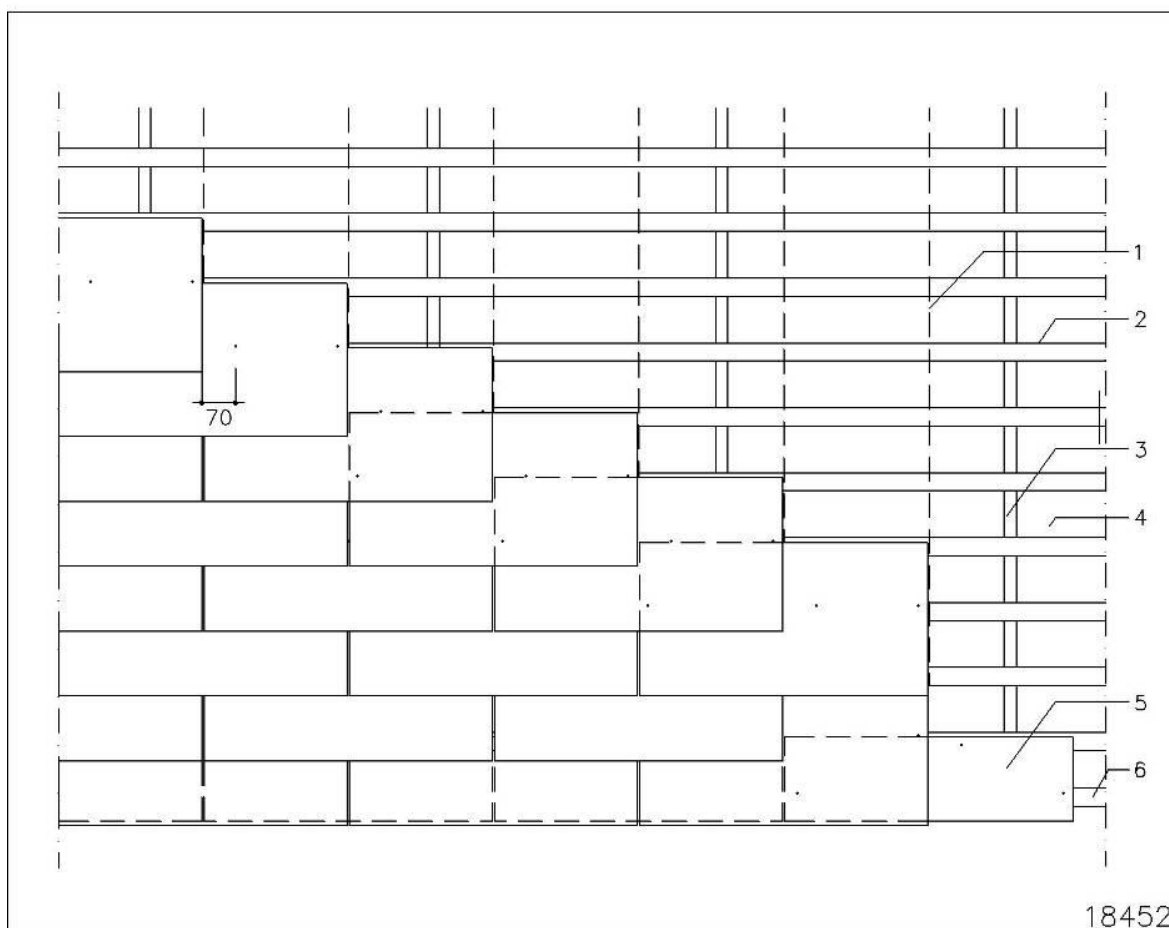

Fig. 10: Plaatsing van de leien met een derde nagel
- Bij leien van het formaat 60x30 en 60x32 wordt een derde nagel voorzien op dezelfde horizontale lijn van de 2 andere nagels en op minimum 70 mm uit het midden van de lei (zie Fig. 10). Voor de lei 60/32 en de lei 60/30 bestaat er een lei met voorgeponste gaten **enkel geschikt voor geveltoepassingen**.